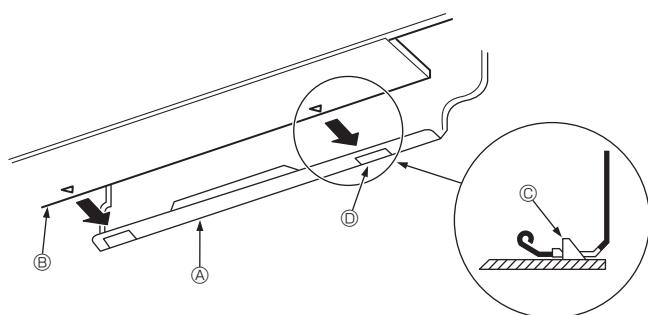

Fig. 3-15
3. Mens du setter kjølemiddelrør og avløpsslange i gjennomløpshullet i veggene (gjennomløphylsen), henger du toppen av innendørsenheten på festebordet ①.
5. Fest ved å skyve den nederste delen av innendørsenheten på festebord ①. (Fig. 3-15)
* Sjekk at knottene under innendørsenheten er riktig hektet inn i festebordet ①.
- Ⓐ Festebord ①